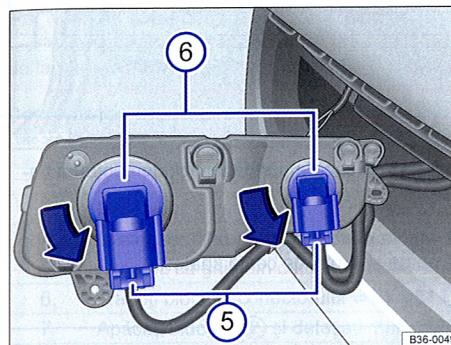

Fig. 247 Înlocuirea becului din corpul lămpii.
7. Deblocați și scoateți mufa electrică ⇒ fig. 247 ⑤.
8. Rotiți becul ⑥ în sens antiorar, până la limită și scoateți-l.
12. Cuplați mufa electrică ⑤ la suportul becului, până se fixează cu zgomot.